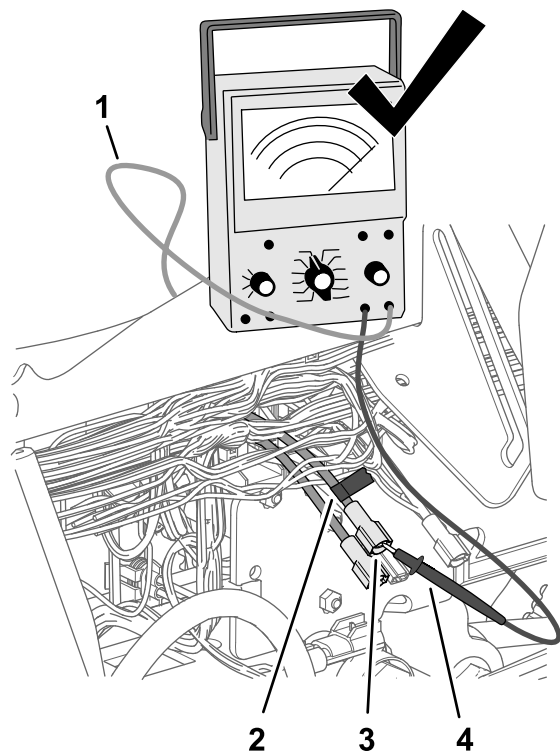

Figure 191
4. Avec un morceau de ruban adhésif, repérez le connecteur et le fil que vous avez identifié à l'opération 3 (Figure 191).